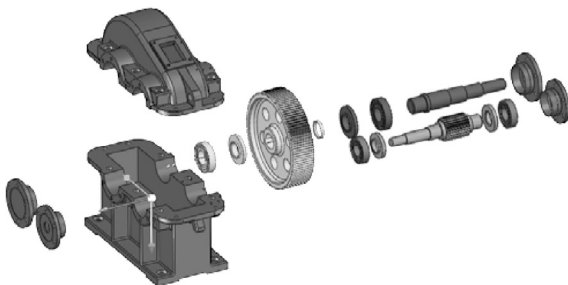

图 5-70 整体移动子装配爆炸视图的位置
STEP 9 分别选择“输出轴装配”子装配和“齿轮轴装配”子装配，沿轴向移动其到合适的位置，如图 5-70 所示，完成总装配爆炸视图的创作。